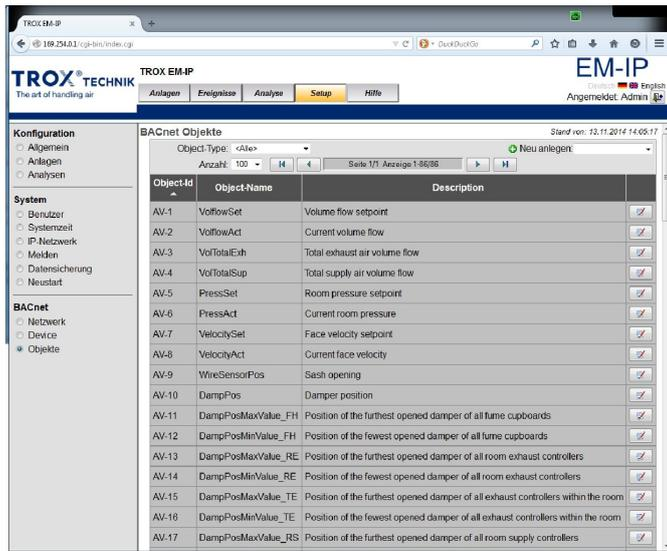

Abb. 40: BACnet Objekte
- ⇒ Das Menü „BACnet Objekte“ (Abb. 40) wird geöffnet.